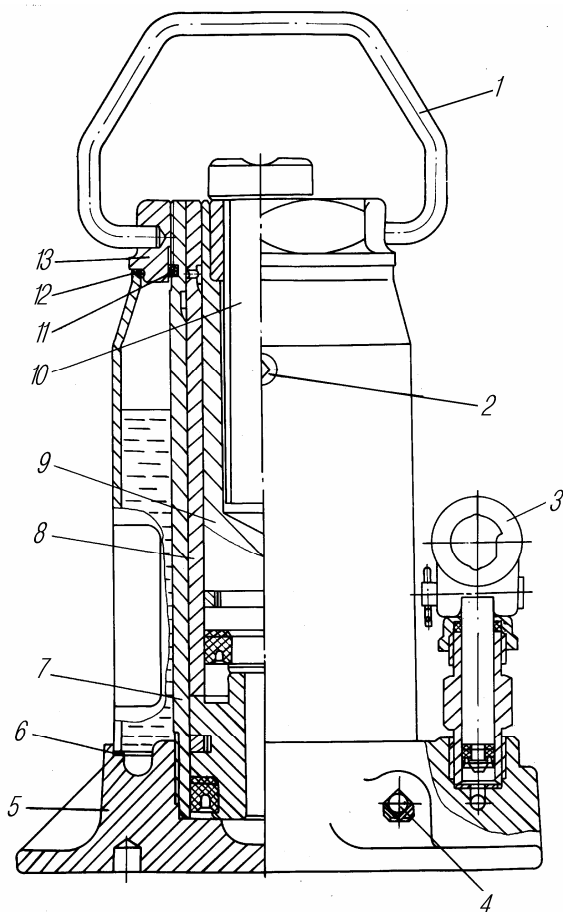

Рис. 70. Домкрат:
- установить домкрат в нужное положение, вывернуть винт 9 (рис. 70) на требуемую величину, при слабом грунте для увеличения площади опоры предварительно положить под основание домкрата прочную доску или другой плоский предмет;